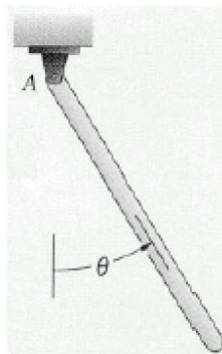

Figura No. 3
- Desplace la barra fuera de su posición de equilibrio de tal manera que tenga con respecto a éste un ángulo pequeño θ como se muestra en la *Figura No. 3*.
1. Establezca un sistema de referencia normal – tangencial en el punto A (véase la *Figura No. 3*) y realice el diagrama de cuerpo libre de la barra de metal. Considere a la barra como un cuerpo homogéneo.